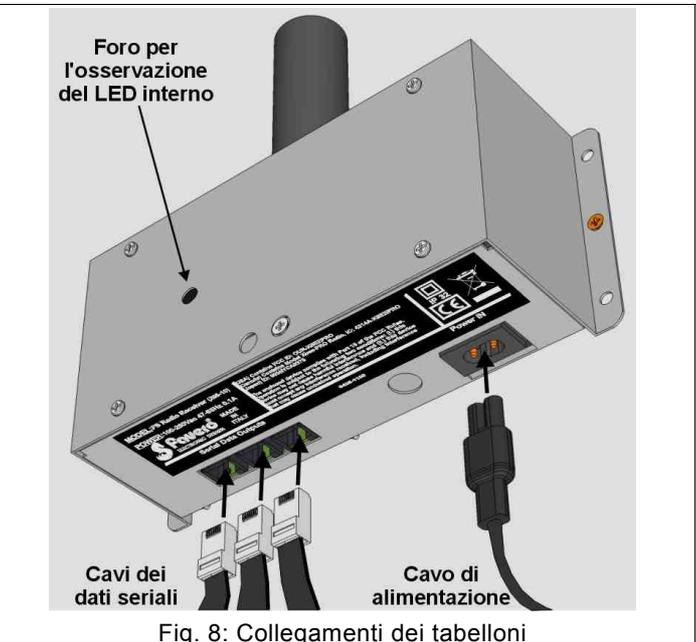

Fig. 8: Collegamenti dei tabelloni
Il Ricevitore Radio dispone di tre uscite uguali per i dati seriali (Fig. 8), a cui collegare direttamente i vari tabelloni elettronici presenti; per la messa in opera di tali cavi seguire le seguenti indicazioni:
2. Inserire nella presa predisposta sulla parete (capitolo 2) la spina del cavo per l'alimentazione (Fig. 8).
1. Attraverso l'apposito foro, osservare che il LED rosso all'interno del Ricevitore lampeggi (Fig. 8); se fosse spento sostituire l'alimentatore (capitolo 6.4) mentre, se acceso fisso, controllare il collegamento radio (capitolo 6.1.3).
4. Controllare il LED rosso nel Ricevitore Radio, osservabile attraverso l'apposito foro (Fig. 8):
5. Provare ad utilizzare un'altra uscita dati (Serial Data Outputs) del Ricevitore Radio (Fig. 8).
1. Scollegare il cavo di alimentazione ed i cavi dei dati seriali del Ricevitore Radio (Fig. 8).